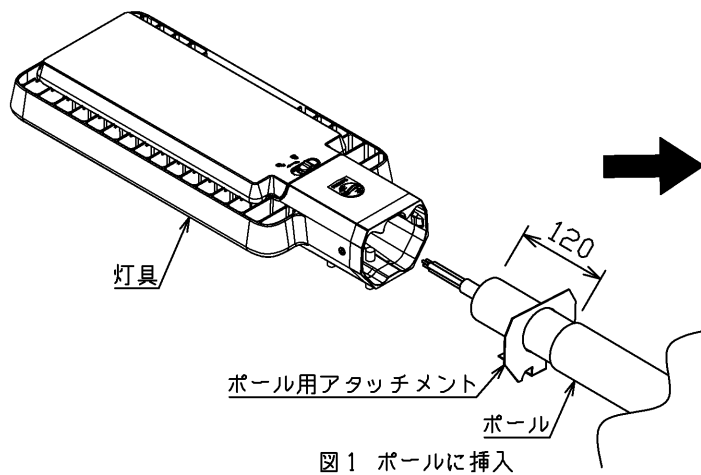
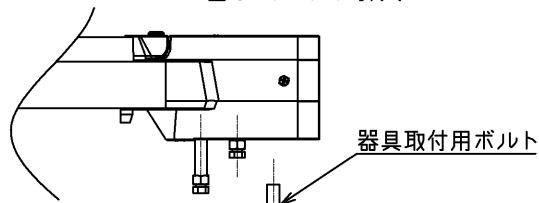

図1 ポールに挿入
図2 器具取付用ボルト
1.取説3の2”電源線をポール用アダプターに挿入”の際に、ポール用アタッチメントを図1のようにポールへ通してください。また、この際に図2に示す外側の器具取付用ボルトを外してください。